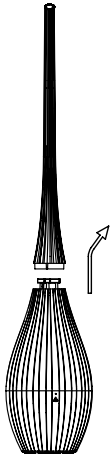

Abb. 1
- Ziehen Sie die Austrittsdüse nach oben ab (Abb. 1).